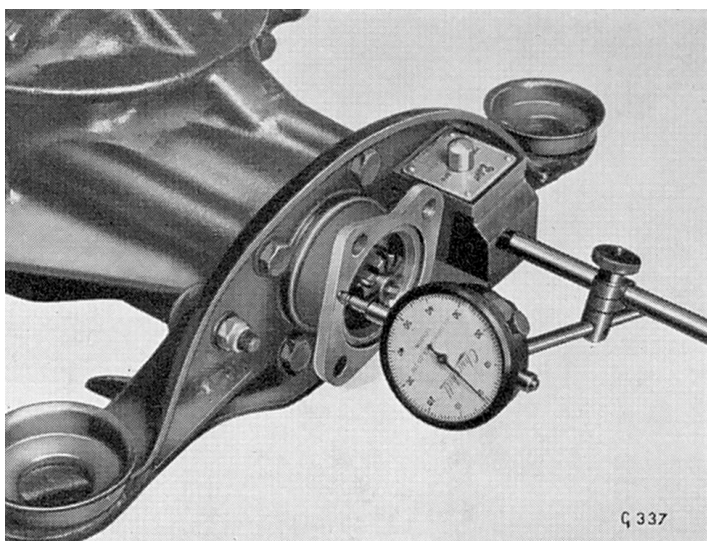

Fig. 46. Mesure du voilement de la bride d'entraînement
Mesurer le voilement de la bride d'entraînement comme indiqué Fig. 46. Le voilement maximum ne doit pas dépasser 0,05 mm (0,002 ").
**Pignons de différentiel (Fig. 46)**